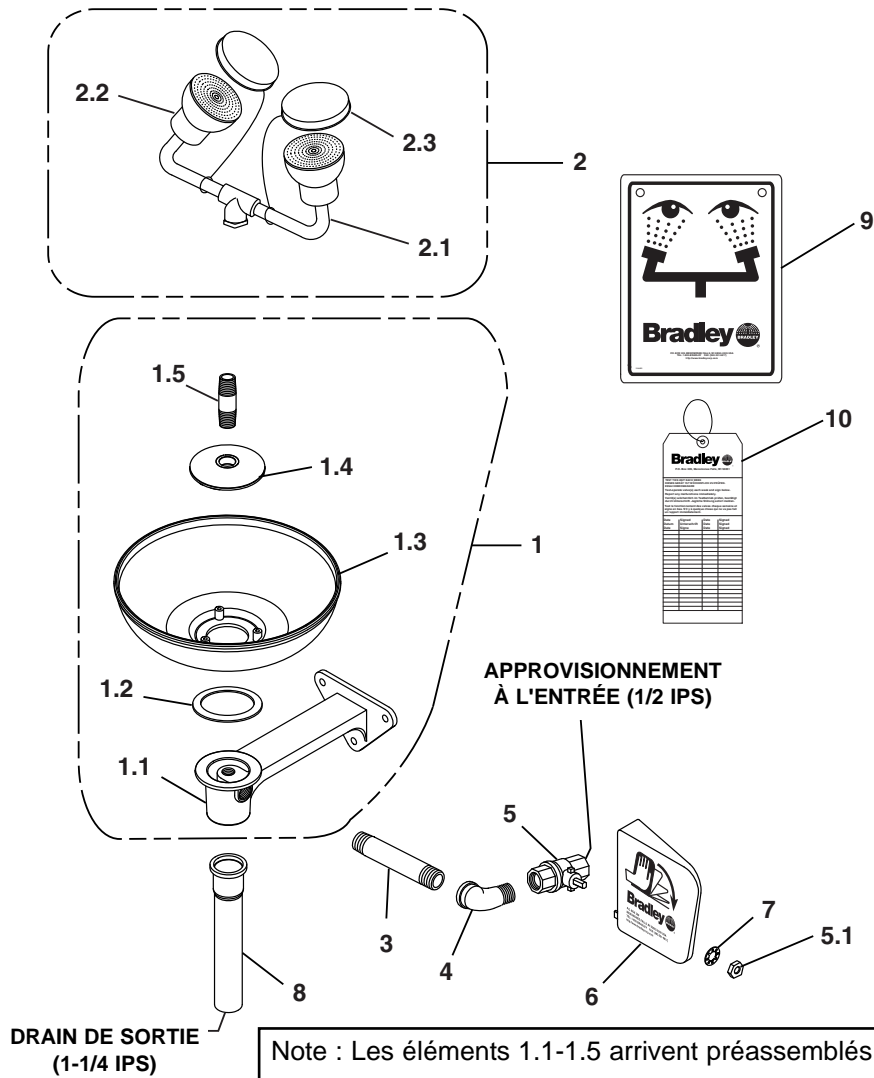

Figure 2a
1. Assembler les composantes restantes de la douche oculaire tel qu'indiqué à la Figure 2a en page 8 ou Figure 2b en page 9.